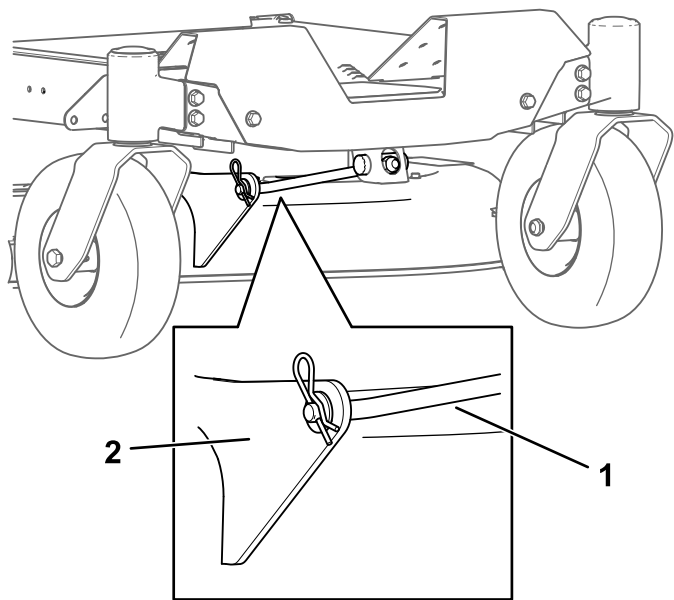

Figure 66
- Retirez la goupille fendue de la tige de support avant et déposez la tige du support de tablier (Figure 66).
- Fixez la tige de support avant au tablier de coupe à l'aide de l'axe de chape et de la goupille fendue (Figure 66).